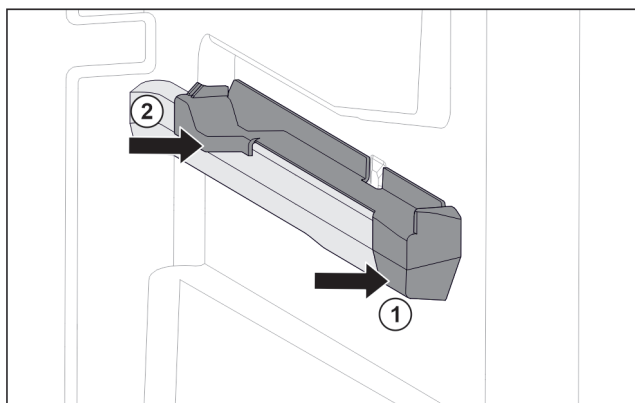

Fig. 62 Nasazovací díl na pravém žebrování na nádoby
- Nasad'te nasazovací díl na žebrování na nádoby. Fig. 62 (1)
- Přitlačte nasazovací díl k zadní části. Fig. 62 (2)